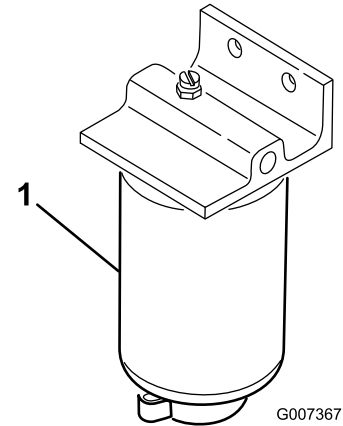

図 37
3. 燃料フィルタについているドレンプラグを 1 回転ほど開き、内部にたまっている異物を流し出す 図 37。